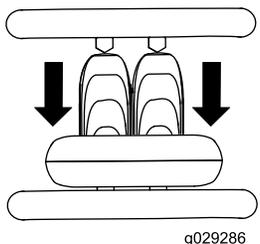

Рисунок 8
- Для того, чтобы начать движение назад, переместите рычаг управления тягой назад (Рисунок 8).